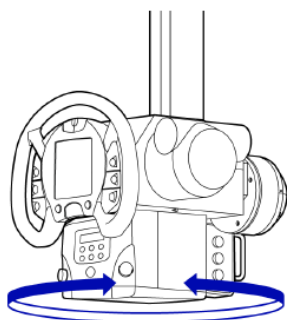

Fig. 1 Rotation omkring vertikal akse
- Udfør daglige eftersyn i henhold til CH -200/CH -200 M-driftsvejledningen. Du bedes især kontrollere, om der er noget unormalt, f.eks. at røntgenrørsenheden kan rotere omkring den vertikale akse (se fig .1 nedenfor), uden at der trykkes på nogen knapper på kontrolpanelet. Hvis der observeres noget unormalt, skal brug af udstyret straks ophøre og Fujifilms servicerepræsentant kontaktes.